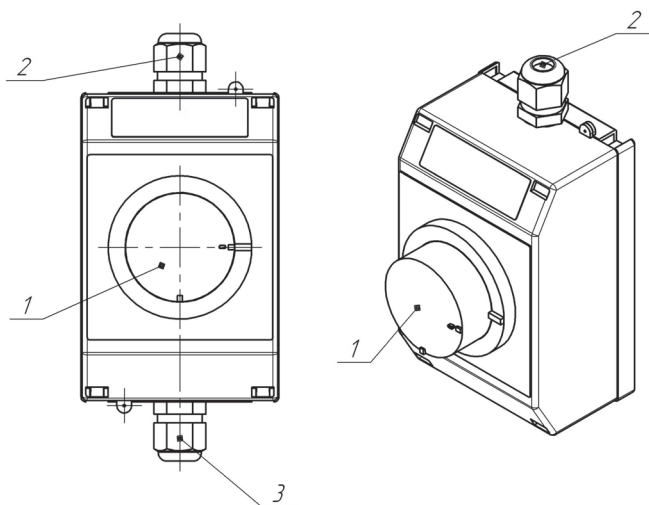

Рисунок 5.1 - Конструкция блока управления
- Блок управления (поз.13, см. Рисунок 5.1).
Блок управления (Рисунок 5.1) предназначен для управления энергонезависимыми газогорелочными устройствами производства компании «Теплодар».
Блок управления (Рисунок 5.1) состоит из следующих основных элементов: